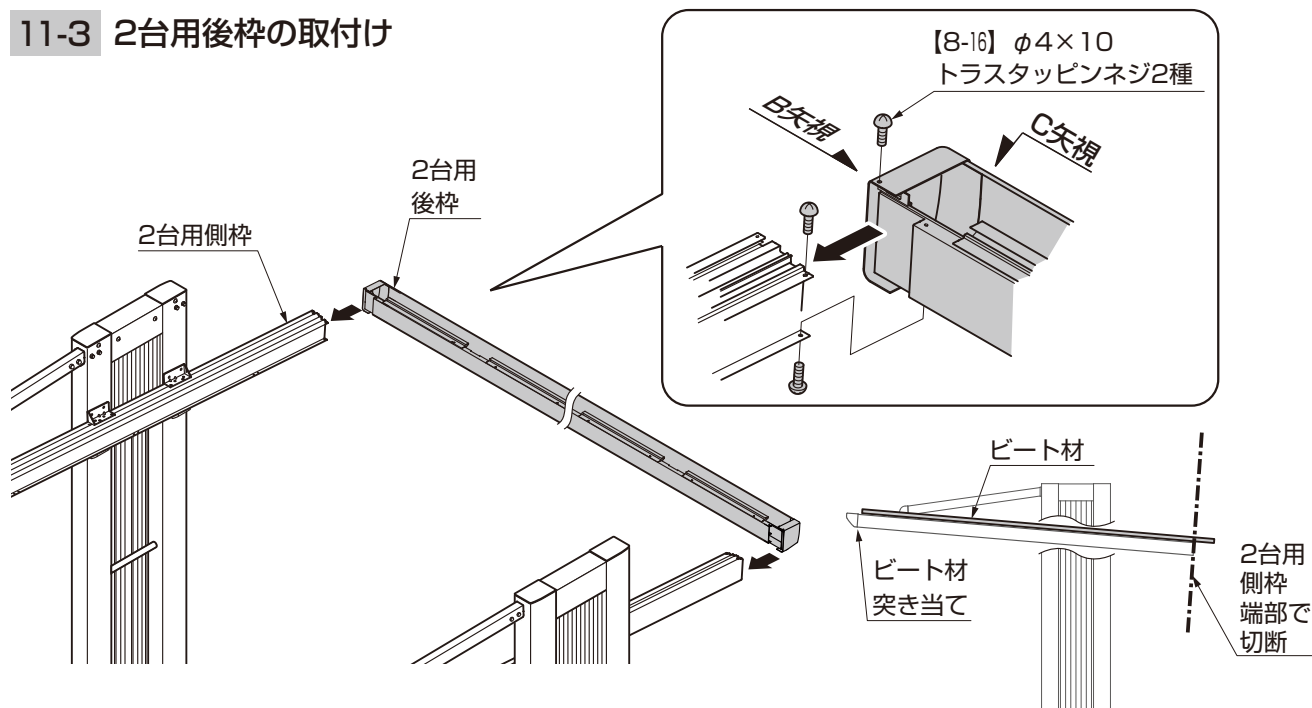

図11-1 ビート材切断方法
- ①2台用側枠に付属するビート材が2台用前枠に確実に突き当たっていることを確認した上で、2台用後枠側の2台用側枠端部でビート材をカットして下さい。(図11-1参照)
- ②2台用後枠を2台用側枠に【8-16】で取付けてください。
- ③2台用後枠コーナーキャップと2台用側枠の継ぎ目、2台用後枠とのジョイント部にシーリングしてください。